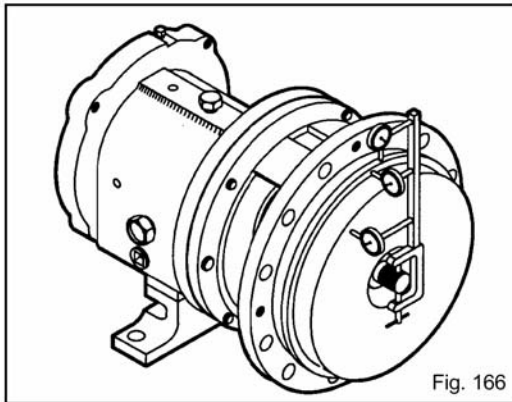

Fig. 166
2. Verifique el descentramiento de la tapa del prensaestopas. Gire el indicador 360 grados. Una lectura total del indicador superior a 0.005 pulg. (0.13 mm) indica un problema (Fig. 166).